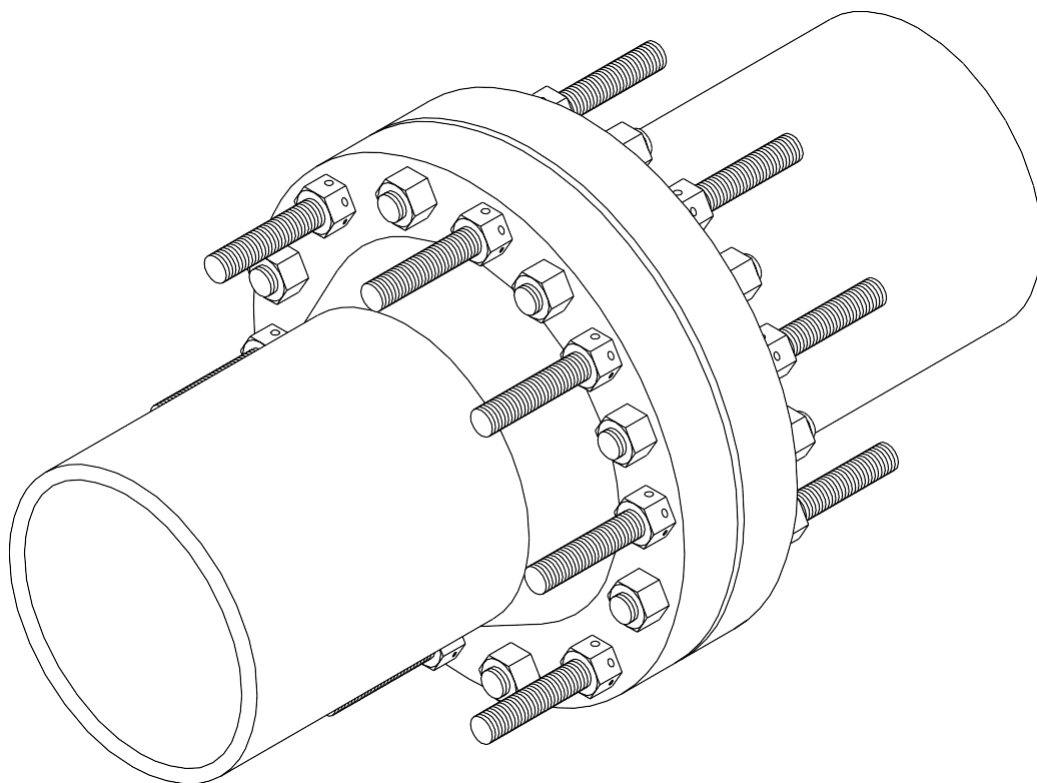

图4A : 100% 张紧覆盖的螺栓安装
a) 100% 张紧覆盖率的螺栓安装(图 4A)
这是装配的首选方法，因为所有的螺栓都是在一次操作中紧固的。为了实现这一点，如图4A所示，螺栓必须与法兰连接的每一侧交错的螺纹突起组装。